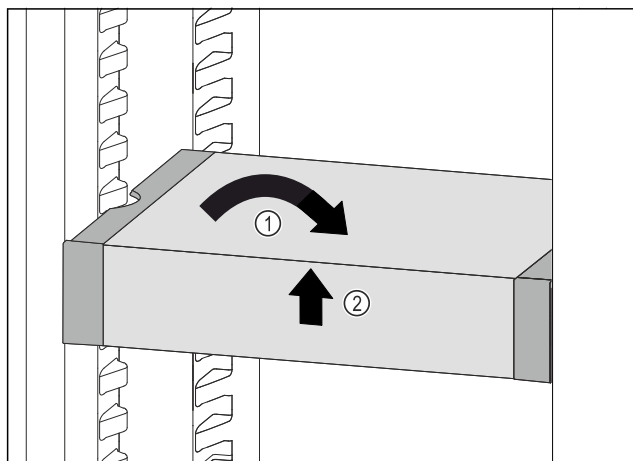

Fig. 94
- ▶ Ispravite VarioSafe. Fig. 94 (1)
- ▶ Podignite sprijeda VarioSafe. Fig. 94 (2)